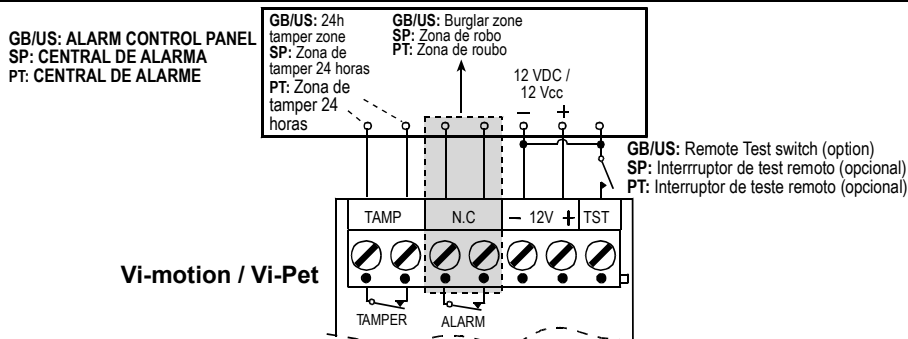

Fig. 6 - Wiring / Cableado / Cablagem
3. Cableado - vea fig. 6.
3. Cablagem – veja a fig. 6.